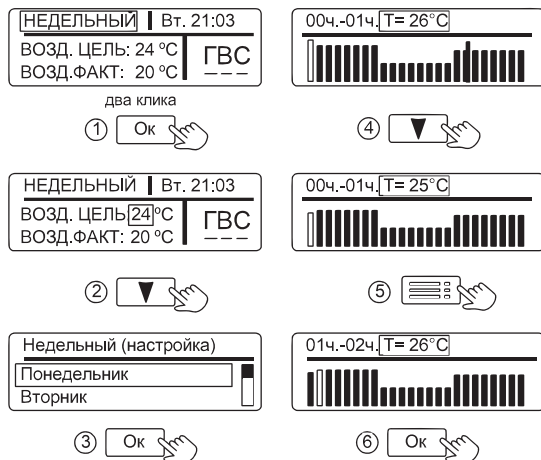

Рисунок 8. Настройка режима «НЕДЕЛЬНЫЙ»
10.3 «НЕДЕЛЬНЫЙ» – наиболее энергоэффективный режим отопления, учитывающий постоянные привычки и предпочтения пользователей. Режим «НЕДЕЛЬНЫЙ» позволяет настроить температуру воздуха в помещении индивидуально для каждого часа работы на протяжении всех дней недели. Последовательность настройки показана на рис.8. Кнопками «◀», «▶» выполняется переход по часам и дням недели, кнопками «▼», «▲» выполняется изменение значения температуры каждого часа.